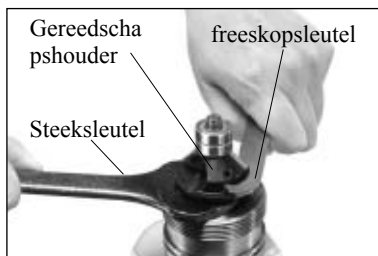

Fig.5
5. Vervang en pas de steun aan. Zie fig.5